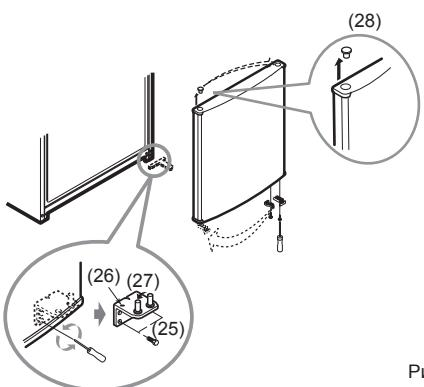

Рис. 8
- Снимите нижнюю дверную петлю (26) рис. 8, открутив винты (25) рис. 8 открутите стержень (27) рис. 8 и зафиксируйте его с противоположной стороны петли (26) рис. 8 используя ключ на 6 мм;
- Снимите заглушку (28) рис. 8 в верхней части двери морозильного отделения и установите с противоположной стороны.
- Установите нижнюю дверную петлю (26) рис. 8 морозильного отделения, далее дверь морозильного отделения, центральную дверную петлю (23) рис. 7 холодильного отделения, дверь холодильного отделения, верхнюю дверную петлю (19) рис. 6, подключите соединительный кабель (9) рис. 2, установите крышку (13) рис. 4, (11) рис. 3 и (7) рис. 2 в обратной последовательности.